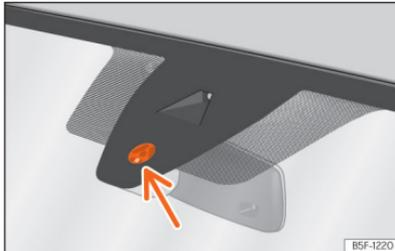

Abb. 109 Sensitive Fläche des Regensensors.
Mögliche Ursachen für Störungen und Fehlinterpretationen im Bereich der sensitiven Fläche »» **(Abb. 109)** des Regensensors sind u.a.:
- **Schmutz:** Trockener Staub, Wachs, Scheibenbeschichtungen (Lotuseffekt) oder Waschmittelrückstände (Waschstraße) können den Regensensor tendenziell unempfindlicher machen oder später, langsamer oder gar nicht mehr reagieren lassen. Die Sensorfläche des Regensensors »» **(Abb. 109)** [Pfeil] regelmäßig reinigen und die Scheibenwischerblätter auf Beschädigungen prüfen.